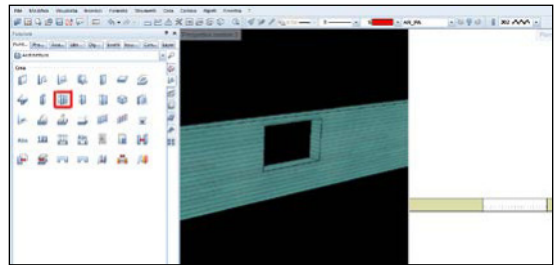

Fig. 61a
- Per l'inserimento vero e proprio della finestra dovrò utilizzare il comando «SmartPart finestra» (Fig. 61a)